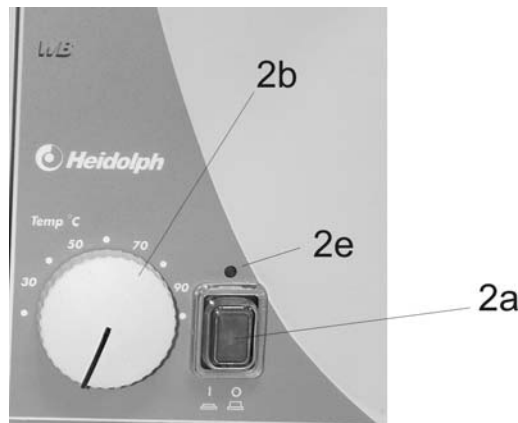

fig. 22
Desserrez la butée en hauteur (15) sur le bouton rotatif noir (22 figure 15) ("unlock"), saisissez le capot de protection du support (14 figure 22) et poussez complètement la butée en hauteur (15) vers le haut. Serrez le bouton rotatif (22 figure 15) ("lock").